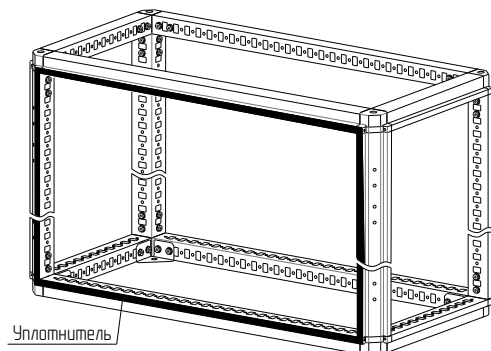

Рисунок 48
4.18.3 Приклеить уплотнитель по контуру на один из каркасов, в месте соединения (рисунок 48), так чтобы место стыка уплотнителя было в нижней горизонтальной части каркаса.